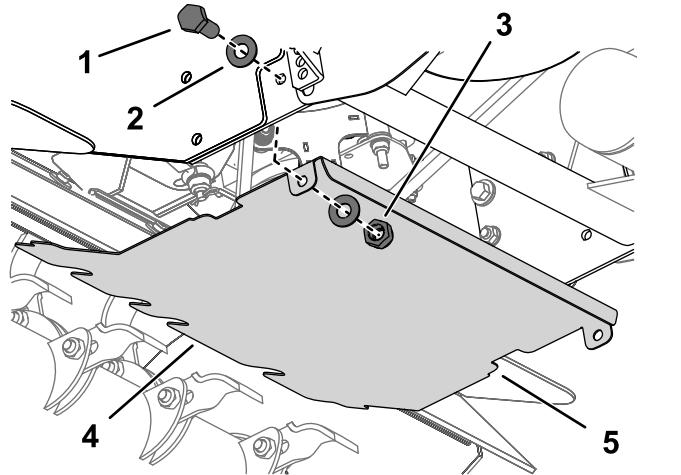

Figura 7
- A. Rimuovete il dado, il bullone e le rondelle centrali dal raccordo centrale sul piatto di taglio (Figura 7).
- B. Montate la protezione sul trattorino utilizzando 2 bulloni (M8 x 25 mm), 4 rondelle (M8-17) e 2 dadi di bloccaggio (M8) nel foro inferiore sul telaio del motore (Figura 7).
- C. Fissate la parte anteriore della protezione al piatto di taglio utilizzando il bullone, la rondella e il dado centrali che avete rimosso in precedenza (Figura 7).